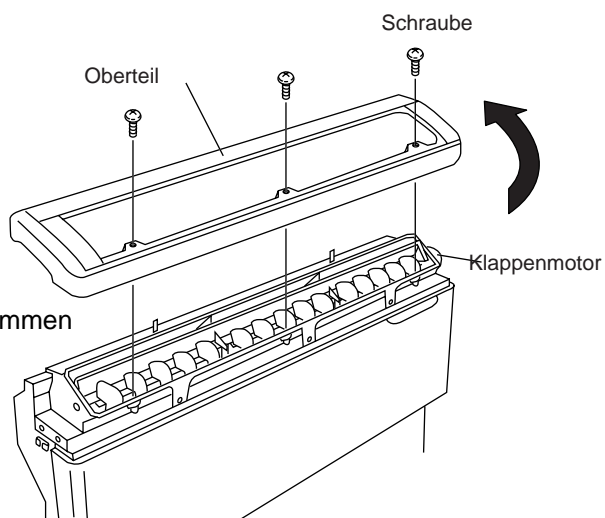

Abb. 6
- (1) Entfernen Sie die 3 Schrauben zur Befestigung des Oberteils (Abb. 6).
- (2) Klinken Sie die beiden Zungen auf der Rueckseite des Oberteils aus, und heben Sie das Oberteil diagonal in Pfeilrichtung ab (Abb. 6)
- (3) Entfernen Sie die 2 Schrauben, um an den Klappenmotor herausziehen.